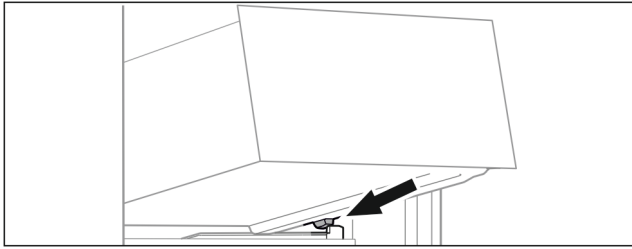

Fig. 31
- ▶ Поставете чекмеджето под ъгъл зад ограничителите върху реброто на съда. (виж Fig. 31)